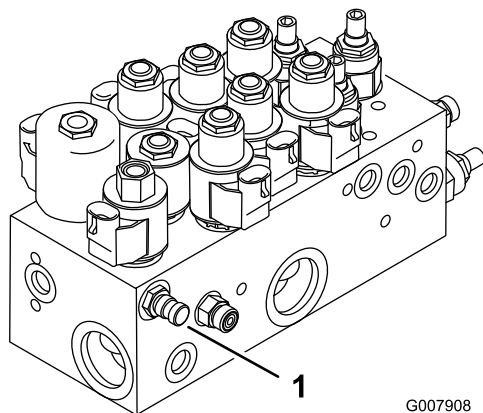
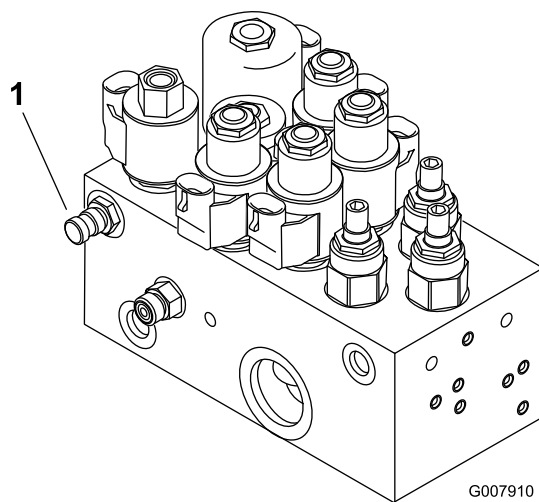

Figura 76
Figura 77
1. Il foro diagnostico A (Figura 76 e Figura 77) agevola la diagnostica del circuito idraulico degli elementi di taglio posteriori.